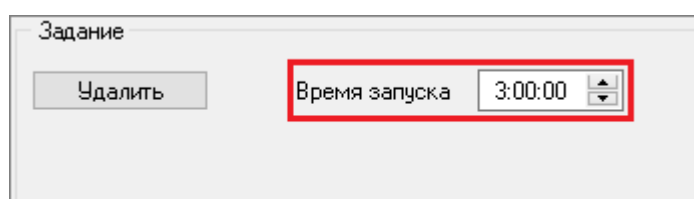

Рисунок 4-62 Время запуска процедуры очистки архива
- указать время запуска процедуры очистки архива (параметр «Время запуска») (см. Рисунок 4-62). При создании нового расписания удаления данных архива сотрудников и посетителей заданное ранее расписание заменяется новым.